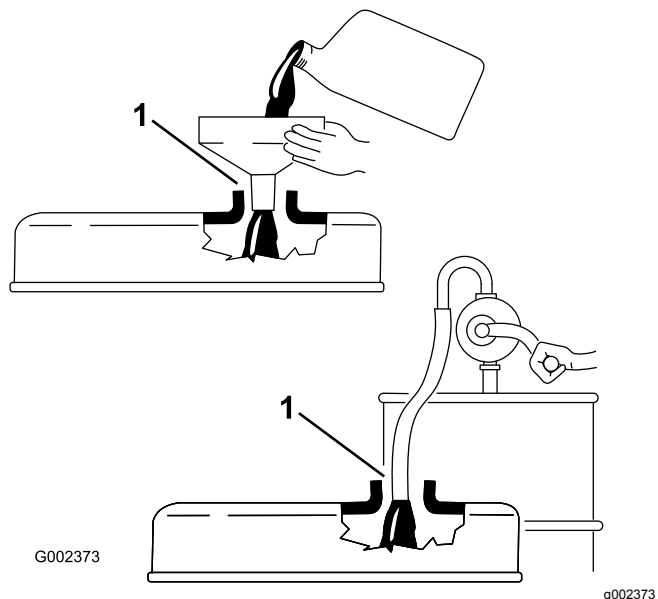

図 30
**重要** エンジンオイルを補給するときには、ディップスティックを抜いておいてください。エンジンオイルを補給する時には、補給口とジョウゴなどの間に必ず 図 30 に示すようなすき間が必要です。これは補給の際に通気を確保し、オイルがブリーザ内部に侵入しないようにするためです。